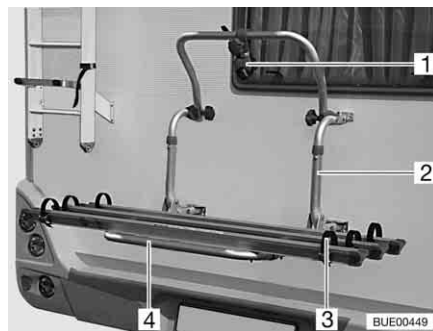

Fig. 5 Porte-vélos, non abaissable
Le porte-vélos (Fig. 5,2) permet de transporter aisément 2 vélos. Une extension à 3 vélos est possible.
- Rabattre l'arceau télescopique pivotant (Fig. 5,4) vers le bas.
- Placer les vélos et sangler avec la courroie Quick (Fig. 5,3).
- Fixer l'entretoise (Fig. 5,1) sur le cadre du vélo extérieur.